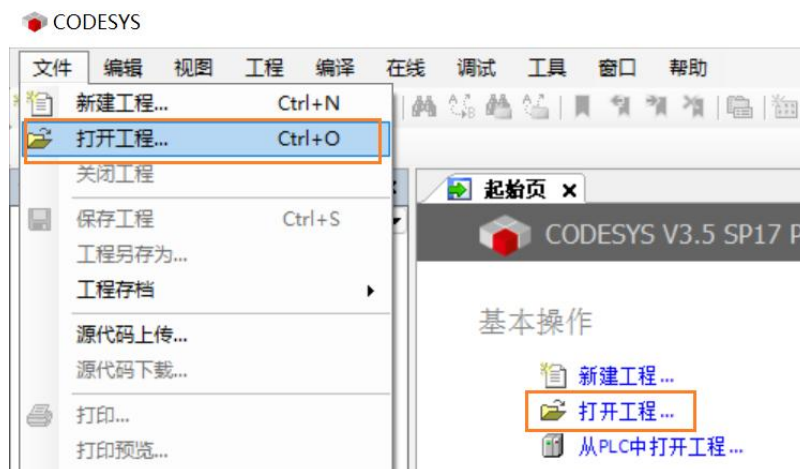

图 1.25 打开工程
- ① 在工程文件存储位置，直接双击打开*.project 文件。
- ② 双击桌面 CODESYS 图标打开程序，点击“起始页”中的“打开工程...”选项，如图 1.25 所示。
- ③ 双击桌面 CODESYS 图标，打开应用程序，选择菜单“文件/打开工程”或者用快捷键“Ctrl+O”。